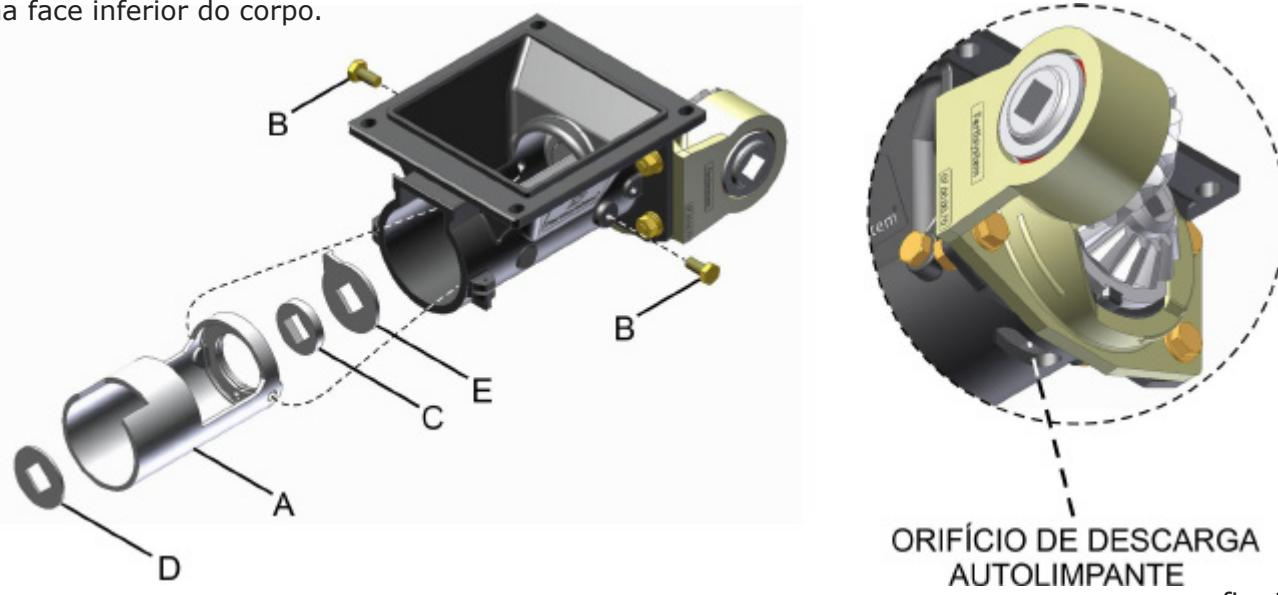

fig. 36
Ao final da safra, verifique o revestimento (A) (fig. 36). Se o mesmo apresentar desgaste excessivo, substitua-o, afrouxando e retirando os parafusos (B). Verifique se há desgaste também no filtro (C), arruela (D) e na arruela de limpeza (E). O desgaste excessivo é verificado quando ocorrer a saída de adubo em grande quantidade pelo orifício de descarga autolimpante, localizado na face inferior do corpo.